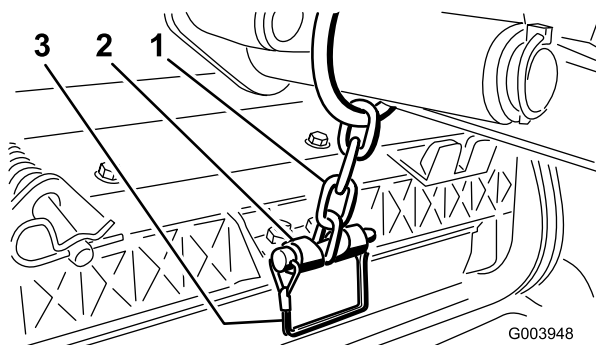

図 13
12. スナップピンを使って、昇降アームのチェーンを昇降アームに固定する図 13。カッティングユニットのオペレーターズマニュアルに従って、決められたリンクを使用すること。